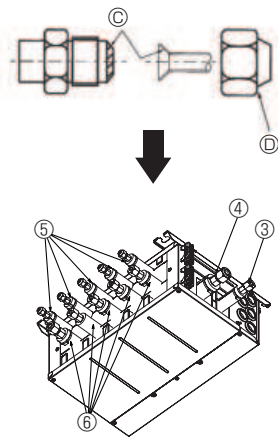

Fig. 7-2
- © Applicare olio per refrigerazione sull'intera superficie (Fig. 7-2) della sede svasata.